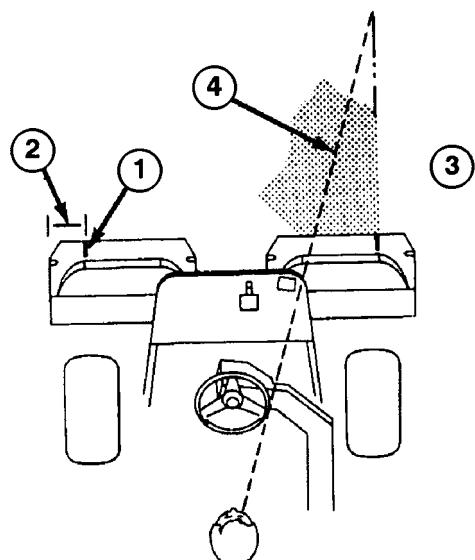

図28
2. その位置に白色テープか白ペンキで集草バスケットの縁と平行に目印に入る（図28）。